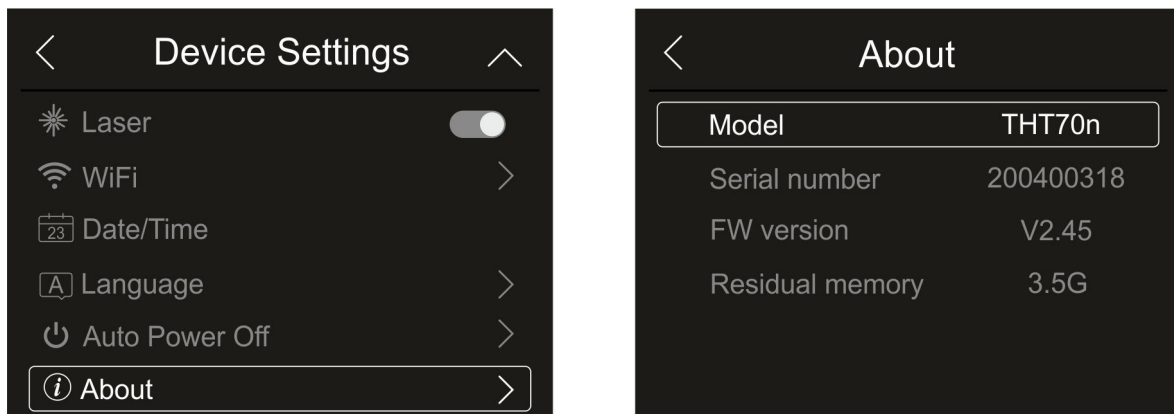

Fig. 21: Información en el instrumento
1. Toque el texto “About” para conocer la información en el instrumento relativa a: modelo, número de serie, versión interna del Firmware y memoria restante. Se muestra la pantalla de la Fig. 21 – parte derecha: